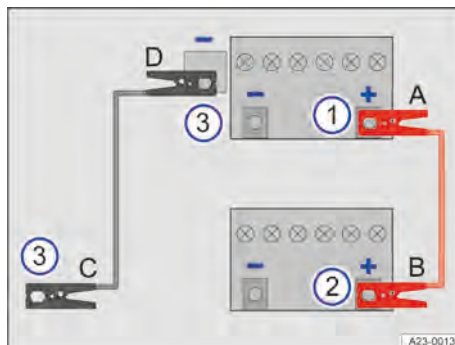

Abb. 204 Schema für das Anklemmen der Starthilfekabel.
Starthilfekabel nur in der Reihenfolge A – B – C – D anklemmen → Abb. 204.
2. Ein Ende des roten Starthilfekabels an den Starthilfepunkt Plus des Fahrzeugs mit der entladenen 12-Volt-Fahrzeugbatterie anklemmen → Abb. 204 1.
3. Das andere Ende des roten Starthilfekabels an den Pluspol des stromgebenden Fahrzeugs anklemmen → Abb. 204 2.
4. Ein Ende des schwarzen Starthilfekabels beim Fahrzeug mit der stromgebenden 12-Volt-Fahrzeugbatterie vorzugsweise an einen Starthilfepunkt Masse anklemmen → Abb. 204 3.
→ Abb. 204 ③.